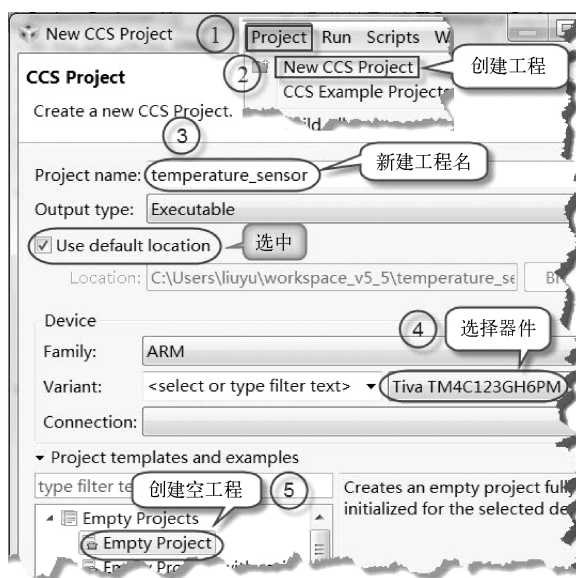

图 4-11 创建 temperature_sensor 工程过程
① 创建 temperature_sensor 工程过程,如图 4-11 所示。
② 在 C:\ti\TivaWare_C_Series-2.0.1.11577\examples\peripherals\adc 目录下,导入 temperature_sensor.c 文件。然后按书中代码修改 temperature_sensor.c 程序有关摄氏温度值的计算公式。
③ 配置 temperature_sensor 工程属性,右键单击工程,在 Properties→Build→ARM Compiler→Advanced Options→Predefined Symbols 菜单下添加以下项:
④ 将 Properties→Build→ARM Linker→Basic Options 菜单下的“Set C system stack size”菜单栏中的内容改为 0x800。本例程规模比较小,改为 512 即可。同时也可以把“Heap size